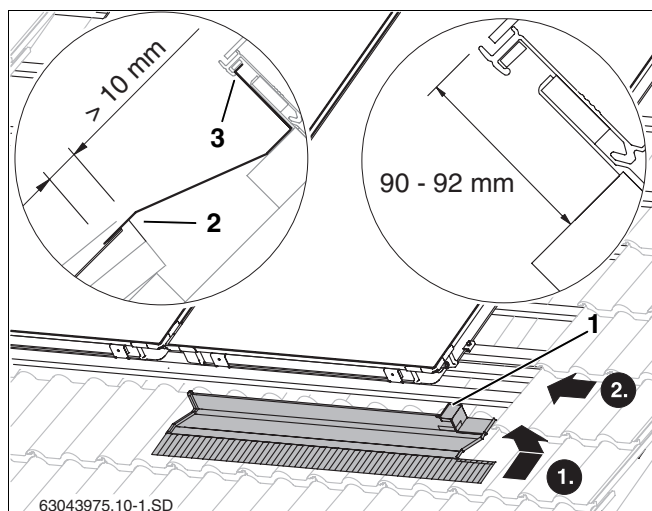
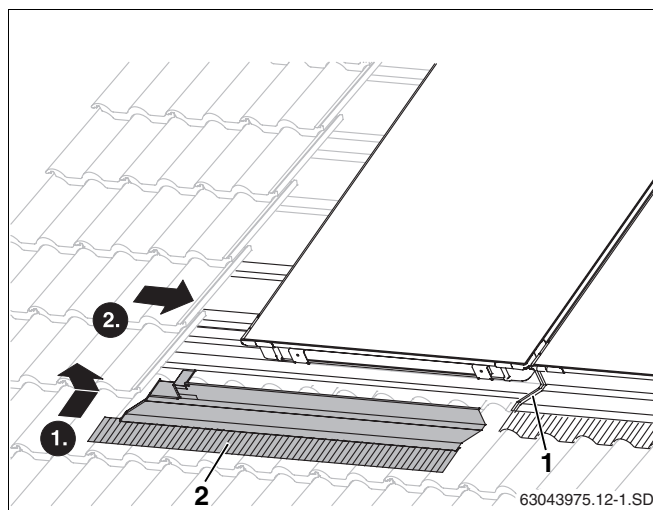

Рис. 44 Правый нижний накладной лист
Рис. 47 Укладка левого нижнего накладного листа
- Правый накладной лист вставить верхней кромкой в паз коллектора (рис. 44, **поз. 3**).
- Придвинуть накладной лист к коллектору так, чтобы и правая короткая кромка (рис. 44, **поз. 1**) входила сверху в паз коллектора.
Накладной лист нужно уложить на черепицу так, чтоб он перекрывал черепицу минимум на 10 мм (рис. 44, **поз. 2**).
- Уложить левый накладной лист (рис. 47, **поз. 2**) на предыдущий и смонтировать как правый (рис. 44).
Защитную пленку можно снять с накладного листа (рис. 47, **поз. 1**) только после того, как будут закреплены все листы.